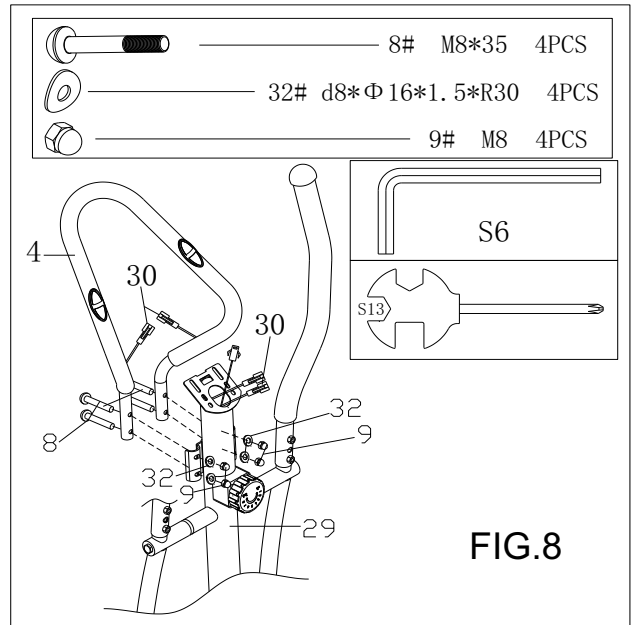

FIG.8
FIG.8: Fissare il manubrio (4) alla postazione verticale (29) usando i bulloni (8), le rondelle ad arco (32) e i dadi in plastica (9). Inserire poi il cavo hand pulse (30) nella postazione verticale (29) come indicato in FIG.8